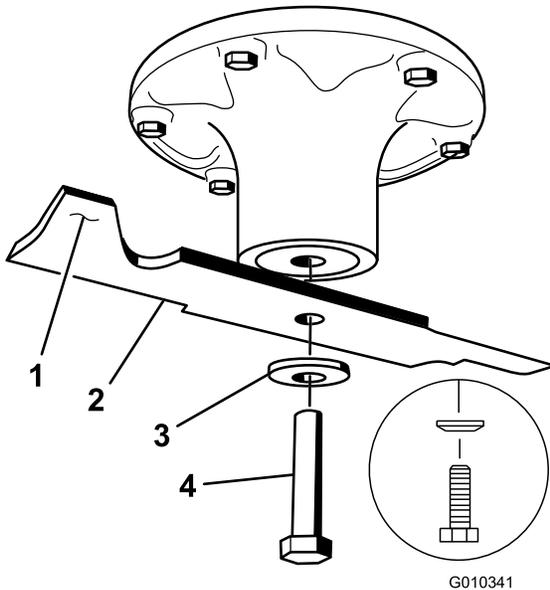

Figure 55
Tenez la lame à son extrémité avec un chiffon ou un gant épais. Enlevez de l'axe, le boulon, la rondelle bombée et la lame (Figure 55).
1. Placez la lame sur l'axe (Figure 55).
2. Installez la rondelle élastique et le boulon de la lame. Le cône de la rondelle élastique doit être dirigé vers la tête du boulon (Figure 55). Serrez le boulon à un couple de 135 à 150 Nm (100 à 110 pi-lb).